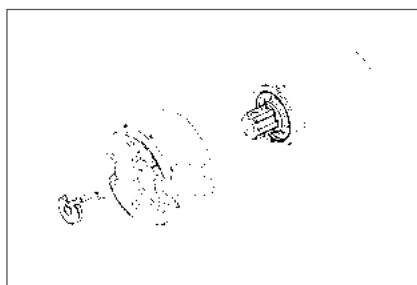

Figure 2 : verrouillage de sécurité de l'accouplement*
3. Installer l'accouplement et insérer le verrouillage de sécurité de l'accouplement (article 288500) (figure 2).